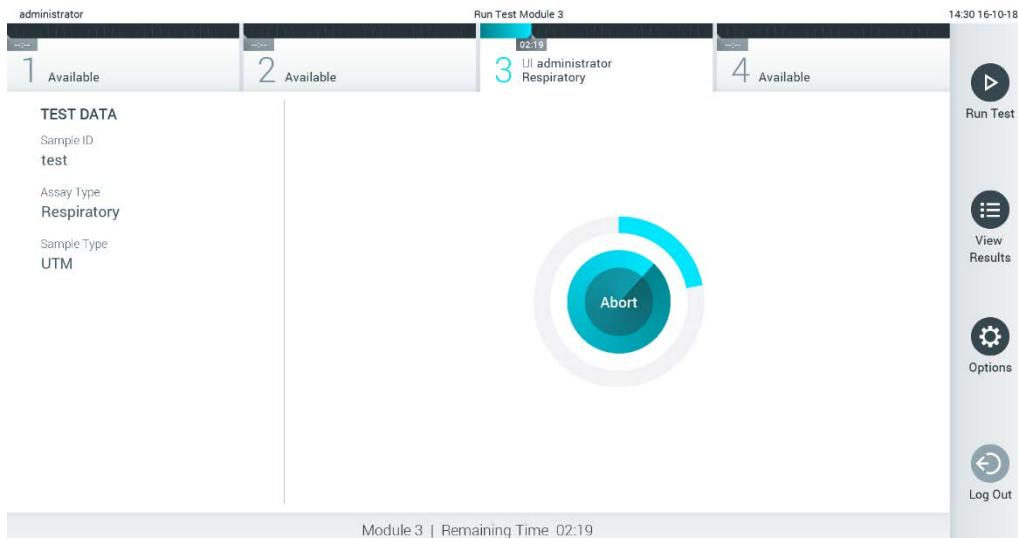

Figura 28. Afisarea executiei testarii si a timpului ramas de rulare.
9. În timpul rulării testării, timpul rămas din rulare este afișat pe ecranul tactil (Figura 28).